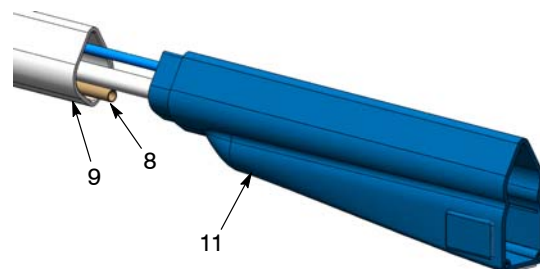
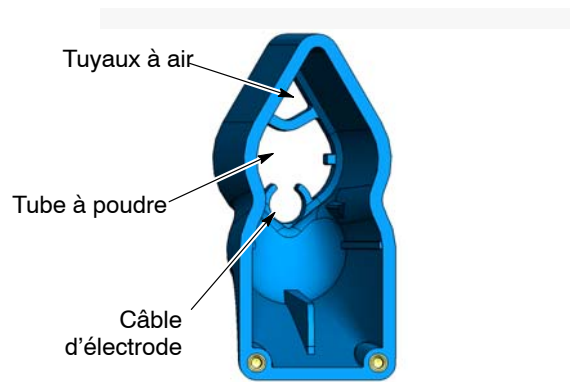

Fig. 40 Extraction du boîtier du corps tubulaire
Fig. 41 Cheminement des tuyaux à air, à poudre et du câble d'électrode à travers le boîtier
4. Voir la figure 40. Extraire le boîtier (11) du corps tubulaire (9) pour pouvoir accéder au guide du câble (8).
5. Voir la figure 41. Faire passer le nouveau câble d'électrode à travers le boîtier comme illustré tout en guidant le multiplicateur dans le boîtier jusqu'à ce que le dissipateur thermique se trouve à environ 25 mm de l'extrémité du boîtier.
6. Voir la figure 40. Insérer l'extrémité du câble dans le guide de câble (8) et le pousser à travers celui-ci tout en faisant passer le tube à poudre et le tuyau à air à travers le boîtier comme illustré dans la figure 41.